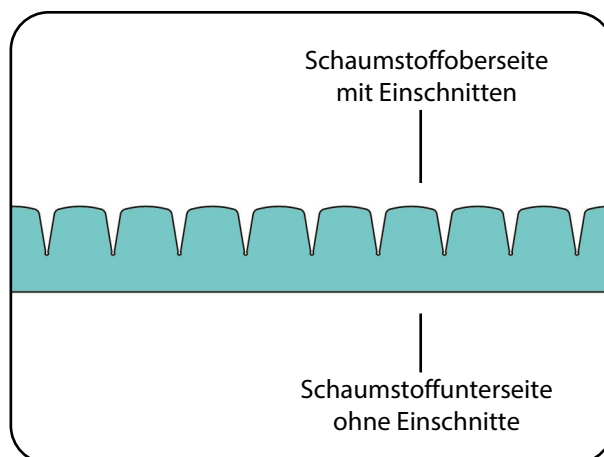

Abb. 6.1.01 - Querschnitt-Würfelstruktur
- Achten Sie darauf, dass die strukturierte, würfelartige Oberfläche des Produktes nach oben und die durchgängige Schaumstoffseite zur Liegefläche des Bettes hin zeigt. Die strukturierte Oberfläche ist die Liegefläche (Abb. 6.1.01).